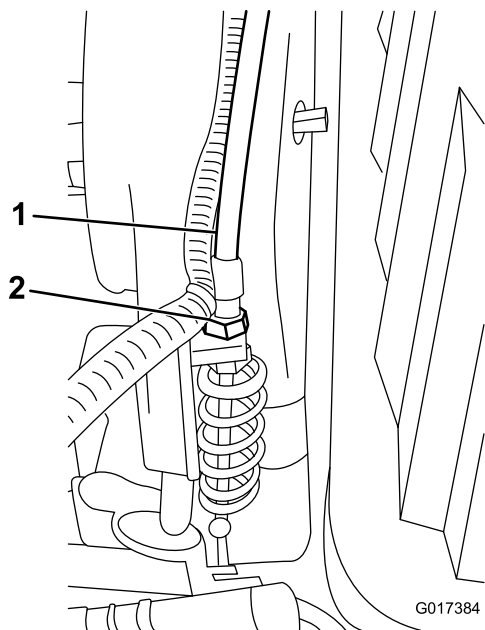

図 45
3. トランスミッションのバルクヘッド部で、リールコントロールのケーブル（図 45）を行う；スプリングの長さが 70.6-72.4 mm になるように調整する。